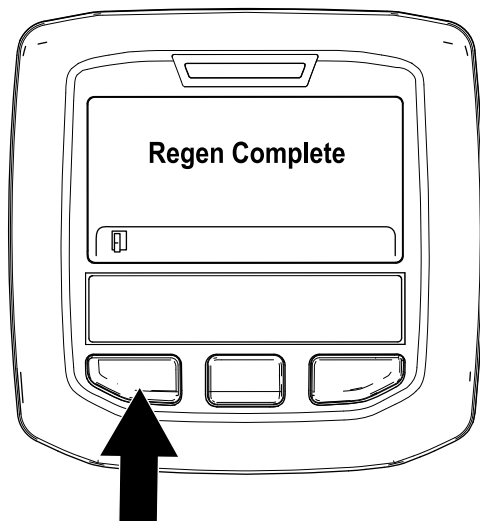

図 56
9. 駐車再生が終了すると、インフォセンターに Regen Complete と表示される。左ボタンを押してホーム画面に戻る 図 56。